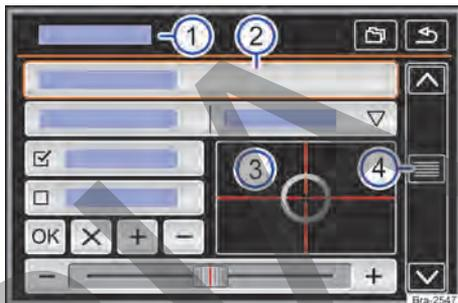

Fig. 114. Representación esquemática: cuadro general de los posibles botones de función en el display.
El equipo está equipado con touchscreen (pantalla táctil) → fig. 114 ③.
Los botones de función inician funciones o abren otros submenús. En submenús se indica, en la línea del título, el menú actualmente seleccionado → fig. 114 ①.